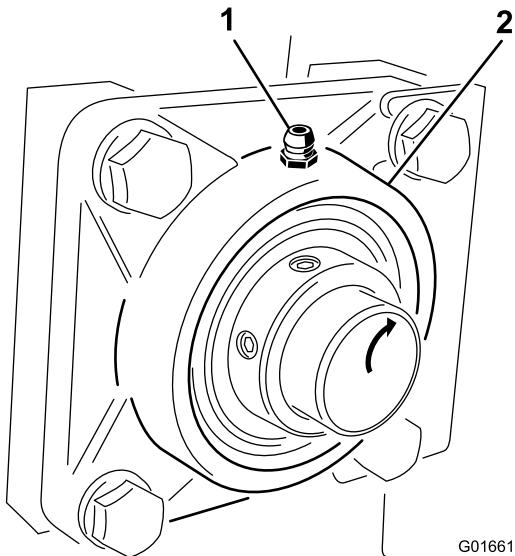

Figura 16
- Bombee grasa varias veces en el engrasador hasta que empiece a rezumar del cojinete (Figura 16).